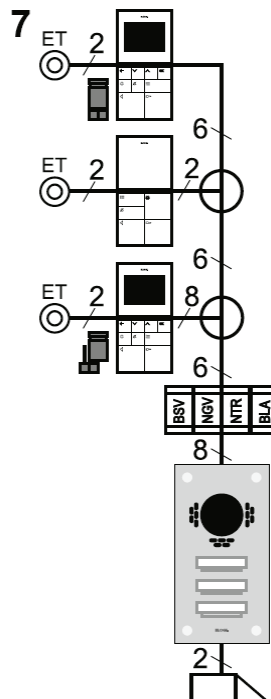

Bild 7
- i** Bei Stichstruktur ohne Videoverteiler (Hin- und Rückadern in einer Leitung) müssen verseilte Leitungen (z.B. J-Y(ST)Y) paarweise verwendet werden (Bild 7).